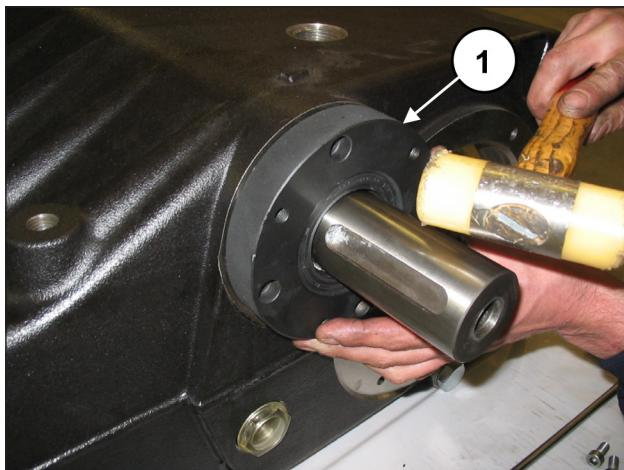
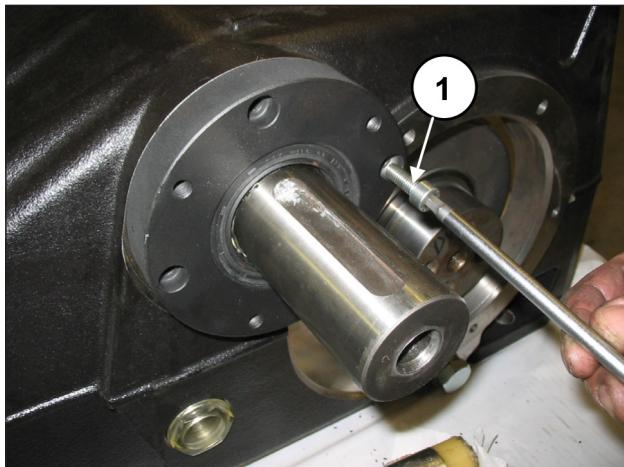

Fig. 67
Fig. 68
Monter un premier cache roulement de la prise de force (droit ou gauche) muni d'un joint SPI sur le carter de pompe à l'aide de l'outil réf.27539500 (rep. ①, Fig. 67) et le fixer à l'aide de 4 vis M8x30 (rep. ①, Fig. 68).
Monter le couvercle de réducteur à l'aide d'un maillet à embouts plastiques (rep. ①, Fig. 67) et le fixer à l'aide de 4 vis M8x30 (rep. ①, Fig. 68).